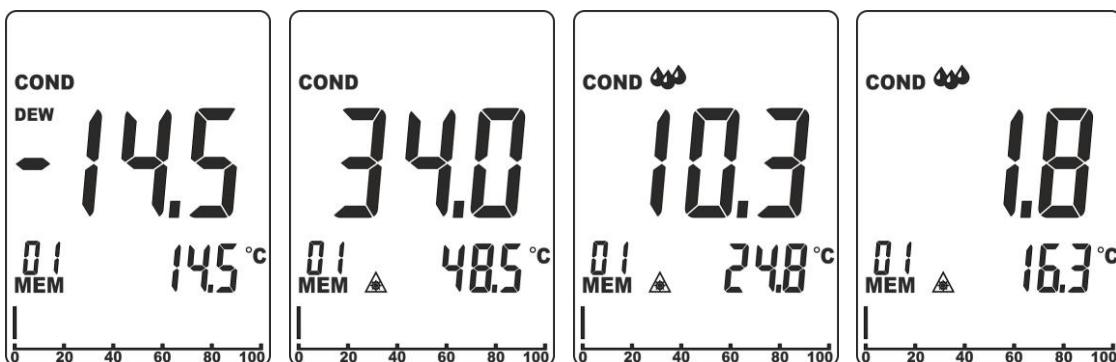

Fig. 11: Medição do diferencial da temperatura de superfícies
3. Premir simultaneamente os botões **RH%** e **MOI** para entrar no modo de medição da Condensação. O instrumento mostra o valor da temperatura de Condensação medida pelo sensor integrado no display secundário e as indicações “COND” e “DEW” são apresentadas no display (ver Fig. 11 – primeiro ecrã). O display principal mostra sempre a diferença entre o valor da temperatura IRT e a temperatura de Condensação
- Se a temperatura IRT é **superior a mais de 14°C (25°F)** em relação à temperatura de Condensação → a diferença de temperatura (IRT-DP) é apresentada no display principal sem mais indicações (ver Fig. 11 – segundo ecrã)
- Se a temperatura IRT é **superior a 3°C÷14°C (5°F÷25°F)** em relação à temperatura de Condensação → a diferença de temperatura (IRT-DP) é apresentada no display principal, a indicação “**▲**” é apresentada no display e o instrumento emite um som para indicar uma situação de risco de condensação na área (ver Fig. 11 – terceiro ecrã)
- Se a temperatura IRT é **superior a menos de 3°C (5°F)** em relação à temperatura de Condensação → a diferença de temperatura (IRT-DP) é apresentada no display principal, a indicação “**▲**” é apresentada no display e o instrumento emite um duplo som para indicar uma situação de elevado risco de condensação na área (ver Fig. 11 – quarto ecrã)